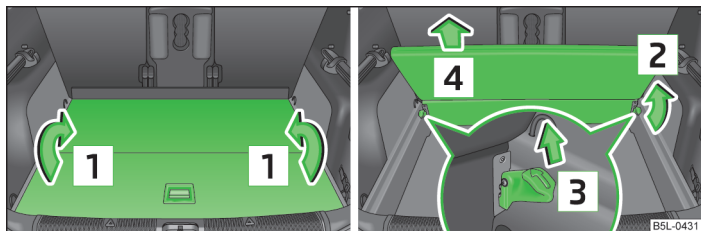

Fig. 62 Bagagliaio: ripiegamento / estrazione del piano di carico variabile
- Muovere il piano di carico in direzione della freccia **1** » fig. 62 per ripiegarlo.